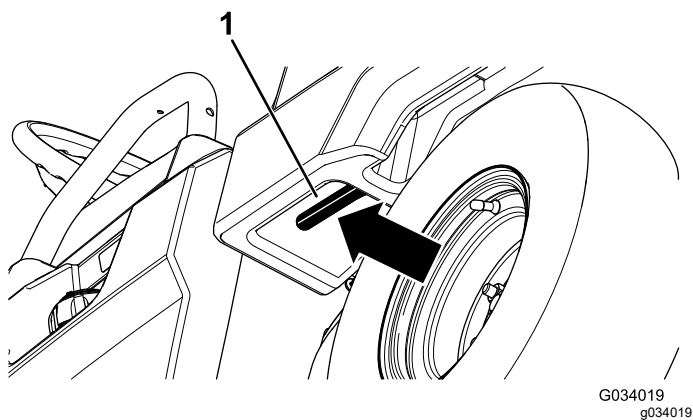

图 15
1. 向左拉操纵杆使货斗内部朝向您然后升起货斗图 15。
1. 提起门锁控制杆轻微升起货斗图 15。